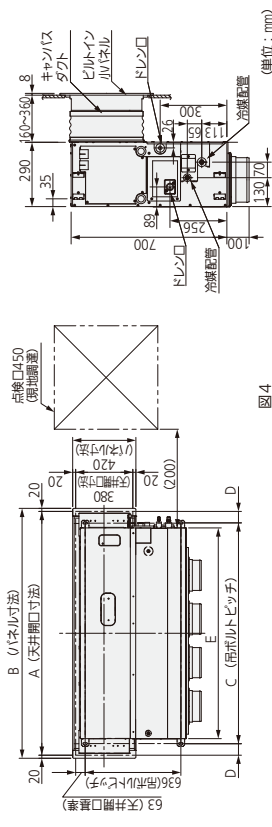

図 4
- 吊ボルト位置の寸法は図 4 に従ってください。
- 5-1. 本体の吊り込みは、図 4 を参照し、吊ボルトのピッチを確保してください。